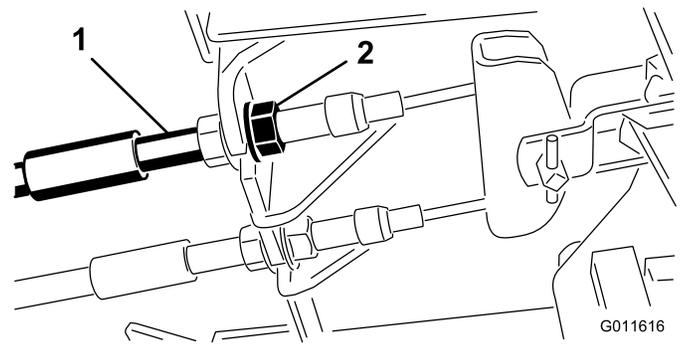

図 97
1. 遊びを減らすブレーキを締めるには、ブレーキケーブルのねじ山の前ナットをゆるめ、後ろのナットを締める 図 97。